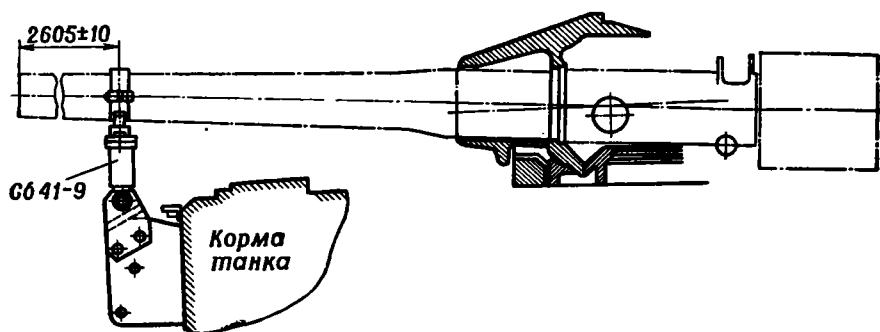

Рис. 45. Установка приспособления (С6.41-9) для проверки фрикциона сдающего звена подъемного механизма
4. Установить верхнюю накладку 5 (рис. 44) вместе с динамометром на стволе на расстоянии  $2605 \pm 10\text{ мм}$  от дульного среза до середины хомута (рис. 45) и стянуть болтом 7 (рис. 44) с гайкой 6.